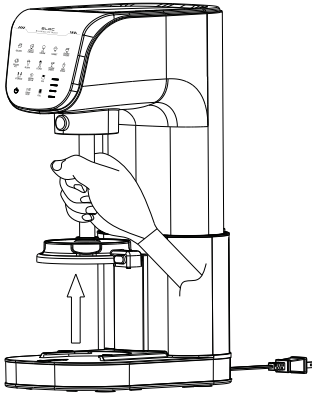

Figura 1
- Per installare il gruppo lame, afferrare l'albero delle lame e allinearli con il foro di montaggio sull'unità principale. Spingere verso l'alto fino a sentire un "clic" (vedere Figura 1).